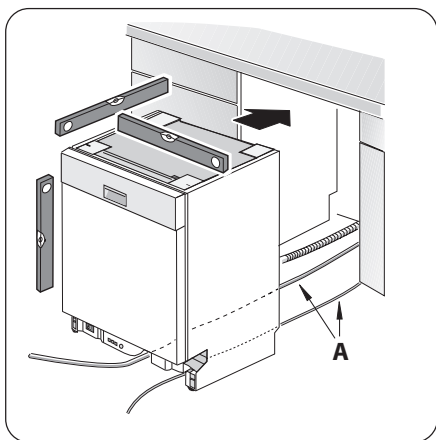
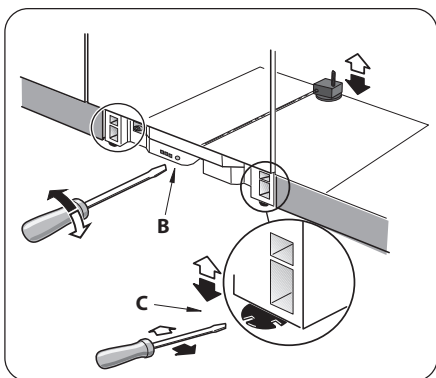
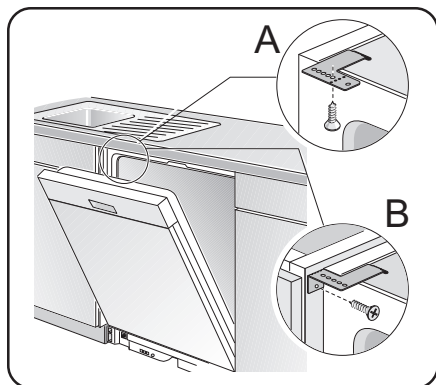

Figure 19/Illus. 19
Figure 20/Illus. 20
Figure 21/Illus. 21
- 2) Position the dishwasher close enough to the enclosure so that you can run the dishwasher drain hose to the under sink drain connection. Make certain that the hot water supply line and the electrical supply cable are in their channels under the dishwasher base, as shown in Figure 19, letter A.
- 4) Perform a level check as shown in Figure 19. Adjust the rear leveler by turning the center screw at the front of the dishwasher, as shown in Figure 20, letter B. Turning the screw clockwise raises the rear of the dishwasher. Adjust the front levelers by turning them with a screwdriver, as shown in Figure 20, letter C. Turning the levelers to the right raises the dishwasher. If additional height is needed, shims may be added under the leveler feet.
Drive the mounting screws through the holes in the mounting brackets, as shown in Figure 20, letter A for Top Mount, or as shown in Figure 21, letter B for Side mount.
- 2) Positionner le lave-vaisselle assez près de l'ouverture pour acheminer le tuyau de vidange à la connexion du drain d'évier. S'assurer que la canalisation en eau chaude et le câble électrique sont dans leurs rainures sous la base de l'appareil comme à la figure 19, lettre A.
- 4) Vérifier le niveau comme à la figure 19. Régler le pied niveleur arrière en tournant la vis centrale devant le lave-vaisselle comme à la figure 20, lettre B. Tourner dans le sens horaire pour élever l'arrière de l'appareil. Régler les pieds niveleurs avant avec un tournevis comme à la figure 20, lettre C. Tourner vers la droite pour soulever. Si une hauteur additionnelle est nécessaire, il faudra peut-être des cales sous le pied niveleur.
Insérer les vis de fixation par les trous dans la fixation comme à la figure 20, lettre A pour la fixation supérieure ou à la figure 21, lettre B pour la fixation latérale.
- 2) Acomode la lavadora tan cerca del gabinete como para poder conectar la manguera de desagüe de la lavadora a la conexión de evacuación debajo del fregador. Asegúrese de que el tubo de agua caliente y el cable eléctrico estén puestos en sus canales respectivos bajo la base de la lavadora, tal como indican las flechas A en la Ilustración 19.
- 4) Revise el nivel como muestra la Ilustración 19. Ajuste el nivelador trasero por medio de darle vuelta al tornillo del centro en la cara frontal de la lavadora, tal como indica la flecha B en la Ilustración 20. La parte trasera de la lavadora se eleva a medida que se gire el tornillo en el sentido del reloj. Ajuste los niveladores de frente por medio de darles vuelta con un destornillador, tal como indica la flecha C en la Ilustración 20. La lavadora se eleva a medida que los niveladores giran hacia la derecha. Si la lavadora debe elevarse aún más, introduzca calces debajo de los pies de los niveladores.
Introduzca los tornillos de montaje a través de los hoyos en los soportes de montaje, tal como indica la letra A en la Ilustración 21, para realizar el montaje superior; o según lo que indica la letra B en la misma ilustración para realizar el montaje lateral.